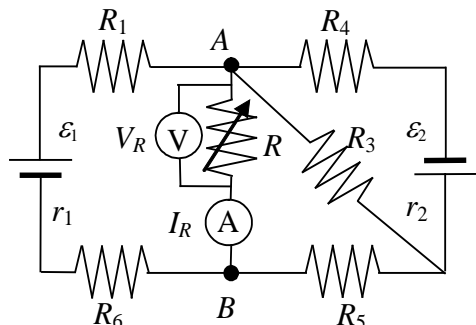

Figura 4a
La fem  $\varepsilon_{Th}$  i la resistència  $R_{Th}$  d'un circuit també es poden mesurar a partir del mètode de la recta de càrrega, que consisteix en connectar una resistència variable  $R$  entre  $A$  i  $B$ , i mesurar la diferència de potencial  $V_R$  i la intensitat  $I_R$  per a diferents valors de la resistència  $R$ , com s'indica a la Figura 4a.
1. Munteu el circuit de la Figura 4a, com es veu a la Figura 11, amb les dues fonts de tensió al mateix voltatge de l'apartat anterior i connectant entre A i B una **resistència variable**  $R$ . Com es veu a la Figura 4, aquest circuit és equivalent a una fem Thévenin (que ara indicarem com  $\mathcal{E}_{Th}^{recta}$ ) en sèrie amb la resistència Thévenin (ara  $R_{Th}^{recta}$ ) i la resistència  $R$ .